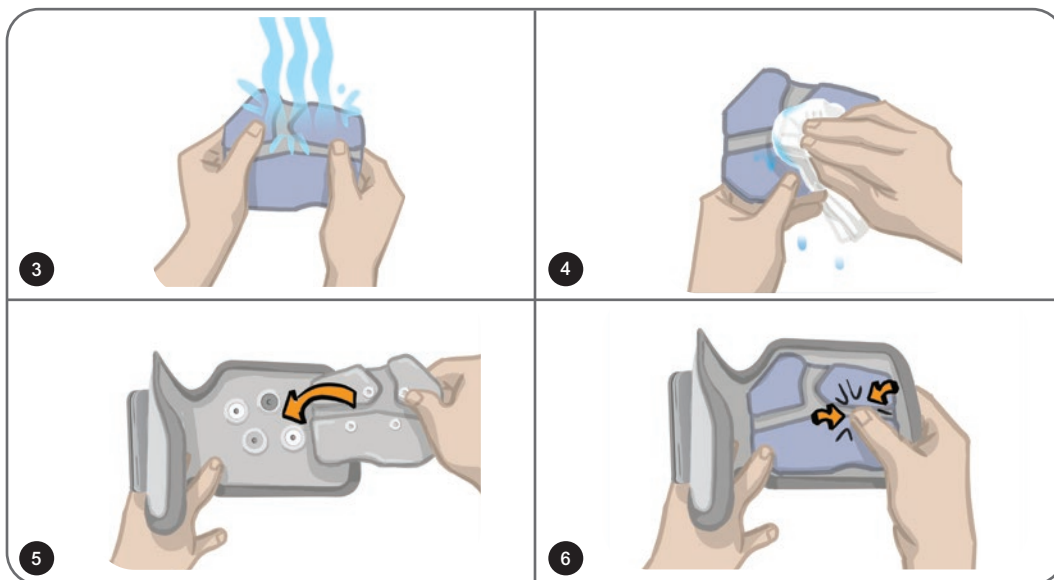

Abbildung 11-4: Austauschen der Steering-Elektrode
**So tauschen Sie die Steering-Elektroden aus: (siehe Abbildung 11-4)**